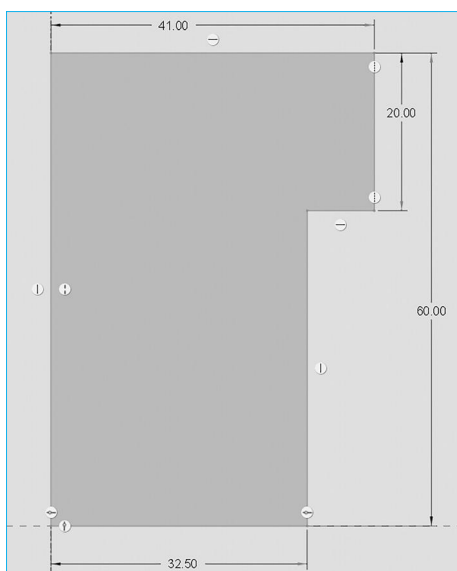
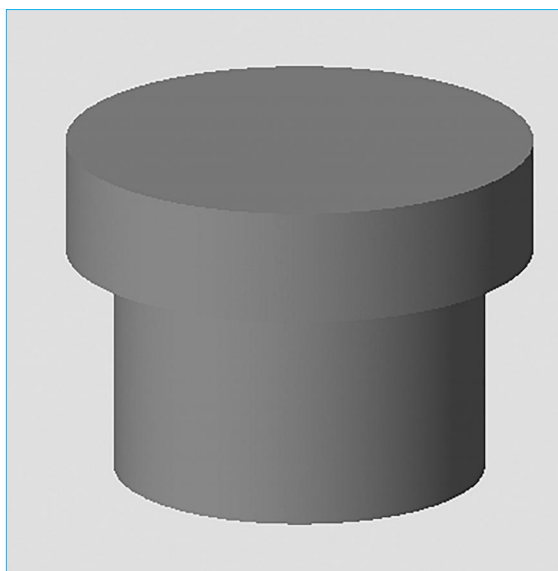

图 2-55 草图曲线
图 2-56 旋转效果
(1) 进入草绘界面。执行 **旋转** 命令,选中 FRONT 基准面为草绘平面,单击视图控制工具条中的 **摆正视图** 按钮,摆正视图。
(2) 旋转得到实体特征。单击 **中心线** 按钮,绘制竖直中心线作旋转轴,单击 **线** 按钮,绘制需要区域。单击 **尺寸** 按钮,根据图样参数进行标注,选中所有参数,单击 **修改** 按钮,打开修改尺寸对话框,去掉 ☒ **重新生成(R)** 前面的勾选,依次输入对应参数,单击 **确定** 按钮完成尺寸修改,草图曲线如图 2-55 所示,单击 **确定** 按钮。单击 **完成** 完成旋转操作,旋转效果如图 2-56 所示。